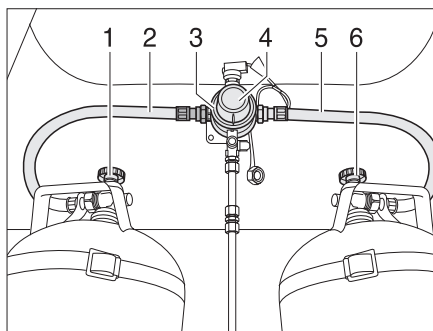
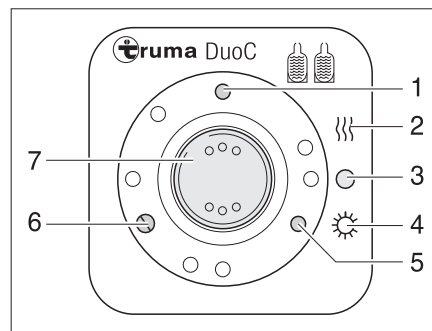

Fig. 149 Dispositif de commutation DuoControl
Fig. 150 Unité de commande
Le dispositif de commutation DuoControl est composé d'une valve de commutation (Fig. 149,3) et de l'unité de commande (Fig. 150). La valve de commutation est montée entre les lyres (Fig. 149,2 et 5). Un bouton rotatif (Fig. 149,4) situé sur la valve de commutation permet de définir laquelle des bouteilles de gaz est celle de service et laquelle est celle de réserve.
Seules les fonctions électriques peuvent être activées sur l'unité de commande (Fig. 150). Les robinets principaux des bouteilles de gaz (Fig. 149,1 et 6) doivent être ouverts manuellement.
La valve de commutation garantit une pression du gaz constante, indépendamment de la bouteille qui fournit le gaz. Les deux voyants de contrôle de l'unité de commande indiquent le niveau de remplissage de la bouteille de service. Lorsque le voyant de contrôle vert (Fig. 150,6) s'allume, la bouteille de service est entièrement chargée. Lorsque le voyant de contrôle rouge (Fig. 150,5) s'allume, la bouteille de service est vide. L'alimentation en gaz s'effectue également par la bouteille de réserve.
- Ouvrir les robinets principaux des bouteilles de gaz (Fig. 149,1 et 6).
- Choisir la bouteille de gaz avec le bouton rotatif (Fig. 149,4) de la valve de commutation (Fig. 149,3) à partir de laquelle le gaz sera utilisé principalement (bouteille de service).
- Mettre en marche le dispositif de commutation DuoControl sur l'unité de commande (Fig. 150).
Pour ce faire, régler le commutateur à bascule (Fig. 150,7) sur régime hiver "Marche et chauffage" (Fig. 150,2) ou bien sur régime été "Marche" (Fig. 150,4). La valve de commutation est maintenant désaérée. Le voyant de contrôle jaune (Fig. 150,1) s'allume si le régime hiver est sélectionné et l'installation de dégivrage est activée.
- Mettre le commutateur à bascule (Fig. 150,7) sur "O" (Fig. 150,3). Le voyant de contrôle jaune (Fig. 150,1) s'éteint.
- Fermer les robinets principaux des bouteilles de gaz (Fig. 149,1 et 6).
Les voyants de contrôle de l'unité de commande (Fig. 150,5 et 6) signalisent à l'intérieur du véhicule si la bouteille de gaz est en état de marche.
Si le voyant de contrôle vert (Fig. 150,6) s'éteint durant le fonctionnement et le voyant de contrôle rouge (Fig. 150,5) s'allume, la bouteille de gaz définie comme bouteille de service est vide et doit être remplacée. La bouteille de réserve alimente les appareils à gaz.